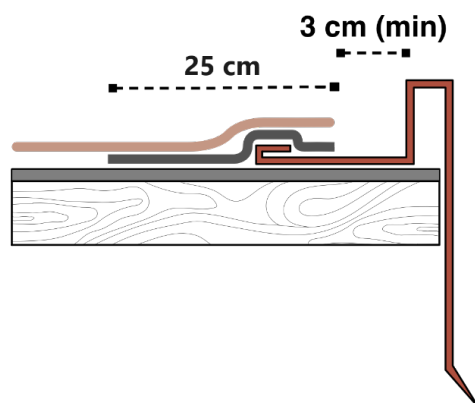

**Fig. 16** - Posa tegole sul compluvio
- Tagliare trasversalmente lo spigolo superiore della tegola al compluvio – Fig. 16, in modo da convogliare l'acqua discendente lungo l'asse del compluvio. Sollevare le tegole, una per volta e fissarle con il cannello alla membrana sottostante. In caso di una tegola granigliata sottostante, applicare del Bitustick per il loro fissaggio – Fig. 16.